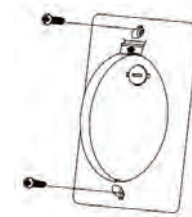

Fig. 22
Étape 1. Sélectionnez un emplacement pour installer le support de votre télécommande, installez le support comme indiqué. (Fig. 22)